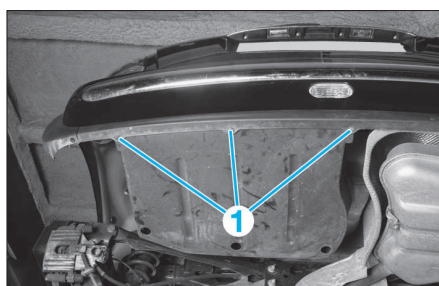

FIG. 49
- Déposer les vis de fixations (1) (Fig.49).